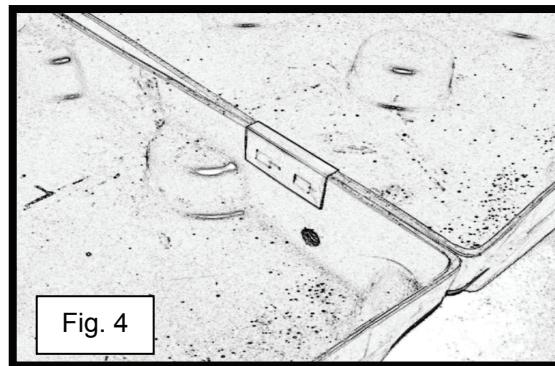

Fig. 4
- 4) Assicurarsi che la staffa sia collocata completamente sopra il bordo superiore dei bancali ed a livello con essi (vedere fig. 4).